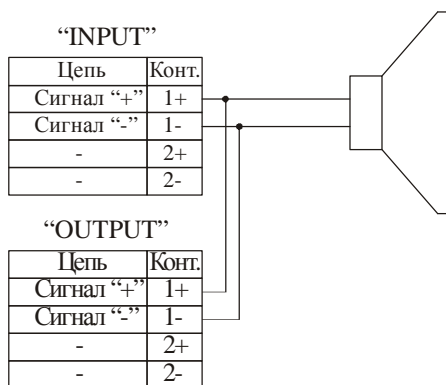

Рис.2. Схема электрическая структурная
4.2 Структурная электрическая схема АС приведена на рис.2.